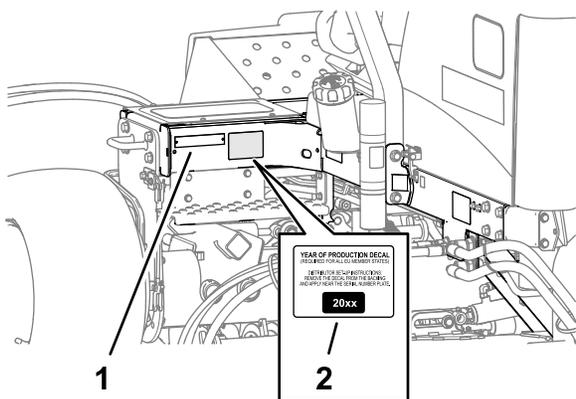

図 37
1. 機体左側フレームのモデル・シリアル番号プレート付近をアルコールできれいに拭いて乾燥させる 図 37。
2. 製造年デカルの裏紙をはがし、図 37 のようにモデル・シリアル番号プレートの近くに貼り付ける。